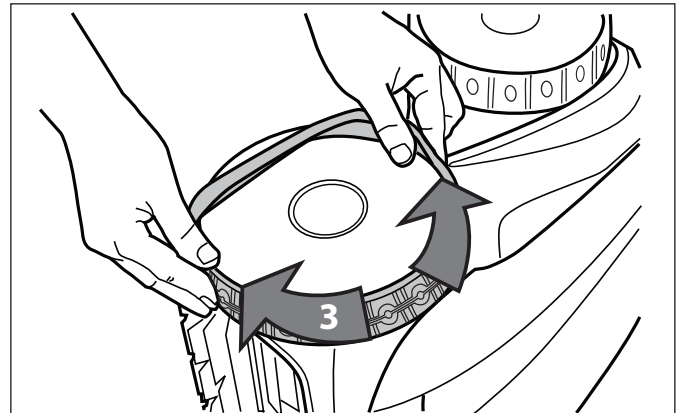

Figura 35. Acomode el neumático alrededor de la rueda
5. Coloque el neumático en la rueda y verifique que la nervadura del neumático está ubicada adecuadamente en la ranura de la rueda (Figura 35).